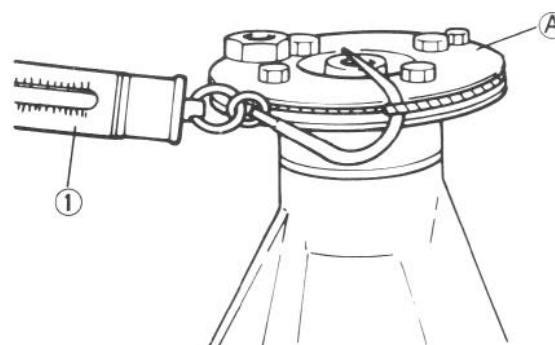

Рис. 16-23 (1) Пружинный динамометр
Ведущая шестерня, установленная в картер обычным способом, должна оказывать определенное сопротивление вращению при проверке предписанным приспособлением для регулировки натяга (А), как на рис. 16-23. Это сопротивление обусловлено предварительным натягом двух конических роликовых подшипников, удерживающих шестерню в картере. Натяг определяется главным образом затяжкой гайки ведущей шестерни. Регулируйте его следующим образом.
• При регулировке зазора регулируйте также натяг боковых подшипников. Установите специнструмент на ведущую шестерню, как на рис. 16-23, и измерьте усилие пружинным динамометром (1). Если усилие в момент начала вращения находится в указанном ниже диапазоне, натяг допустим.
Пример по графику: при усиллии начала вращения ведущей шестерни 2,6 кгс (5,73 фунта), измеренном как на рис. 16-23, суммарное усилие ведущей шестерни и боковых подшипников должно составлять 2,8–3,2 кгс (6,17–7,05 фунта).